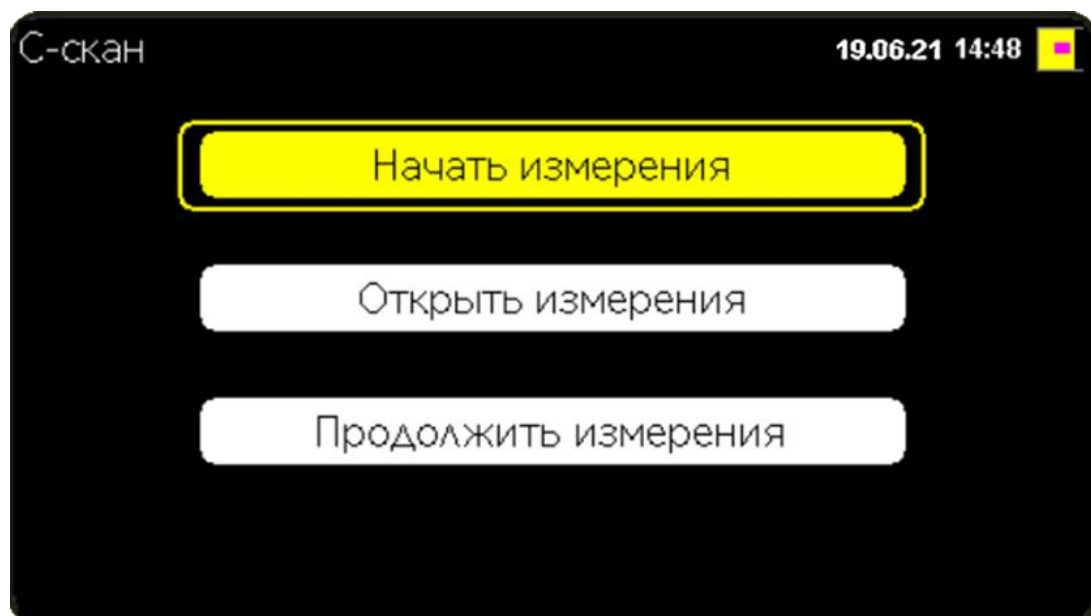

Рисунок 3.11 – Внешний вид окна «С-скан»
3.4.1 Для последовательного измерения толщины выбранной области объекта контроля с сохранение данных в памяти прибора применяют окно «С-скан» (Рисунок 3.11).